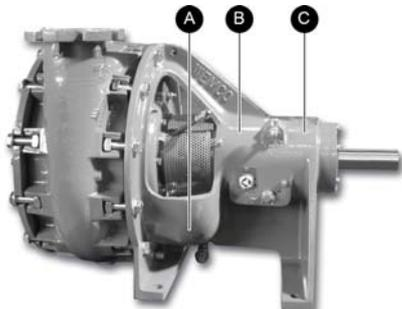

Figure 22 Localisation des roulements avant (B) et arrière (C),
- Pour les pompes équipées de tresses d'étanchéité, vérifier que celles-ci sont correctement alimentées en eau ; de l'eau claire sans particules doit suinter en goutte à goutte en partie basse de la boîte à tresses (Figure 22, rep. A). Dans le cas contraire, démonter la protection et desserrer les deux écrous jusqu'à obtention du goutte à goutte et vérifier la pression d'alimentation. Si le goutte à goutte est trop important, resserrer ces deux écrous. Remonter la protection.